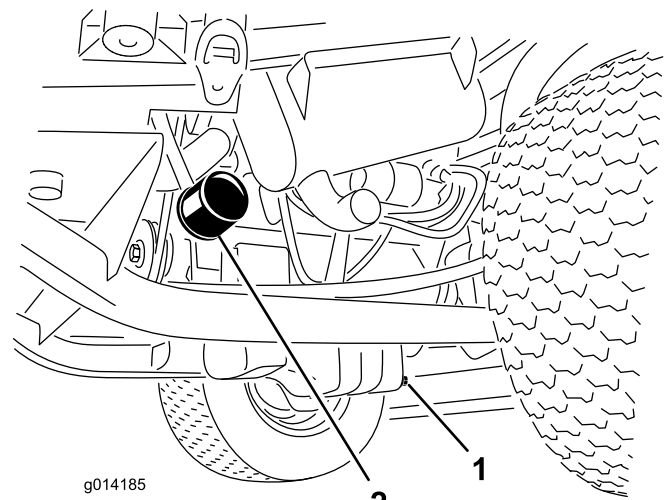

Figura 27
3. Togliete il filtro dell'olio (Figura 27).
1. Togliete il tappo di spurgo (Figura 27) e lasciate defluire l'olio in una bacinella.